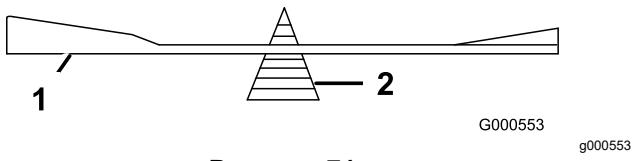

Рисунок 71
2. Проверьте балансировку ножа с помощью балансировочного устройства для ножей (Рисунок 71).